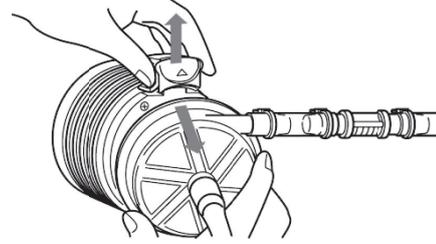

図 3
8. スライドフックを引いて、本品をドライブモーターから取り外す (図3)。